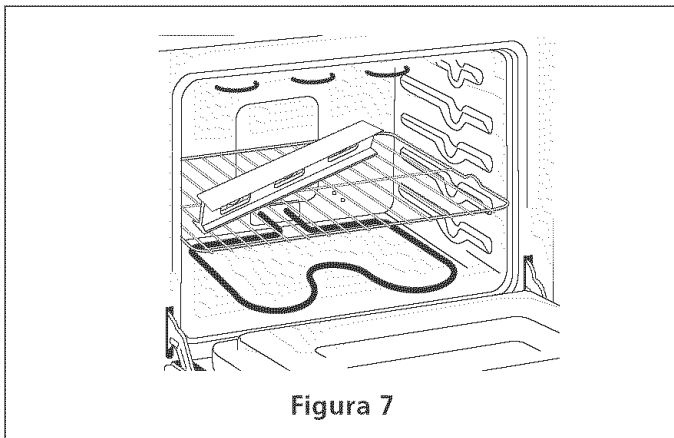

Figura 7
1. Instale una rejilla al centro del horno superior (vea la Figura 7).